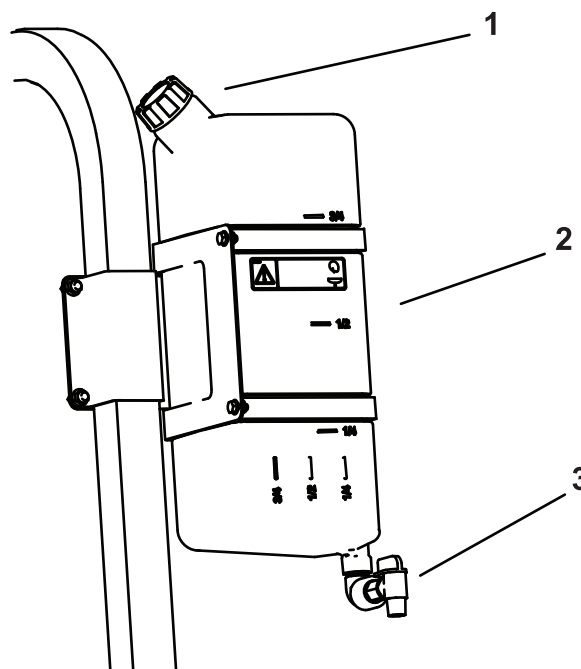

Figure 70
- Para llenar el depósito, desenrosque el tapón de la parte superior del depósito, llene el depósito con agua limpia y coloque el tapón (Figure 70).
- Para abrir la llave de paso del depósito de agua limpia, gire la palanca de la llave de paso (Figure 70).